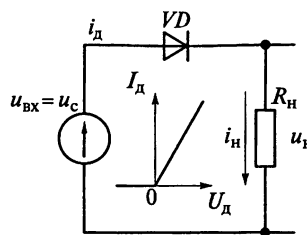

Рисунок 12
- В результате возникшей неисправности отключился конденсатор, шунтирующий резистор нагрузки последовательного амплитудного детектора (рисунок 12). ВАХ диода аппроксимирована кусочно-линейной аппроксимацией с крутизной $S_d=10$ мА/В. Проводимость диода обратному току $G_{д.обр}=0$ См. Сопротивление нагрузки $R_H=20$ кОм. Как изменится коэффициент передачи и входное сопротивление детектора?